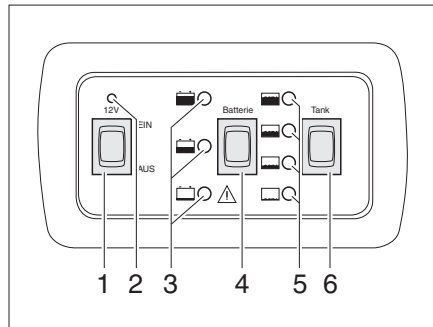

Fig. 88 Panel LT 109
El interruptor principal de 12 V (Fig. 88,1) conecta y desconecta la alimentación de 12 V del habitáculo.
**Conectar:** ■ Pulsar el interruptor basculante (Fig. 88,1) por arriba: La alimentación de 12 V del habitáculo está conectada. La luz de control de 12 V (Fig. 88,2) se enciende de color verde.
**Desconectar:** ■ Pulsar el interruptor basculante (Fig. 88,1) por abajo: La alimentación de 12 V del habitáculo está desconectada. Se apaga la luz de control de 12 V (Fig. 88,2).
Con el interruptor basculante "Batterie" (batería) (Fig. 88,4) se puede consultar el estado de carga de la batería del habitáculo.
**Indicar:** ■ Pulsar el interruptor basculante "Batterie" (batería) (Fig. 88,4): Indica el estado de carga de la batería del habitáculo.
Tras pulsar el interruptor basculante, se encenderá la luz de control (Fig. 88,3) roja, amarilla o verde.
Con el interruptor basculante "Tank" (depósito) (Fig. 88,6) se puede consultar el nivel de llenado del depósito de agua.
*Indicar:* ■ Pulsar el interruptor basculante "Tank" (depósito) (Fig. 88,6): Se indica el nivel de llenado del depósito de agua.
Tras pulsar el interruptor basculante se enciende una luz de control (Fig. 88,5):